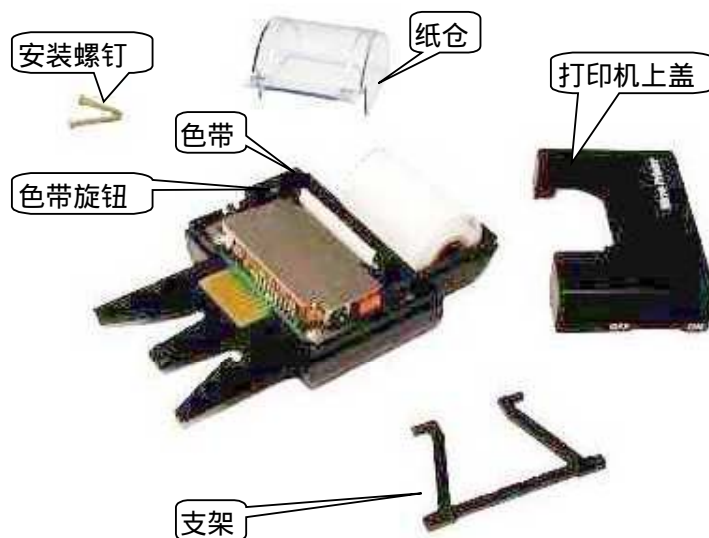

图 5-5
- 更换色带：先拆下打印装置，再按图 5-4 方法打开打印机上盖。更换色带后，应按箭头指示方向旋转旋钮以拉紧色带（见图 5-5）。